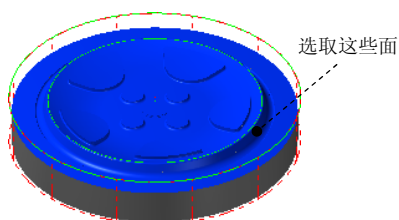

图 15.22 选取加工面
(1) 选取加工面。在图形区中选取图 15.22 所示的曲面（共 89 个面），然后按 Enter 键，系统弹出“刀具路径的曲面选取”对话框。